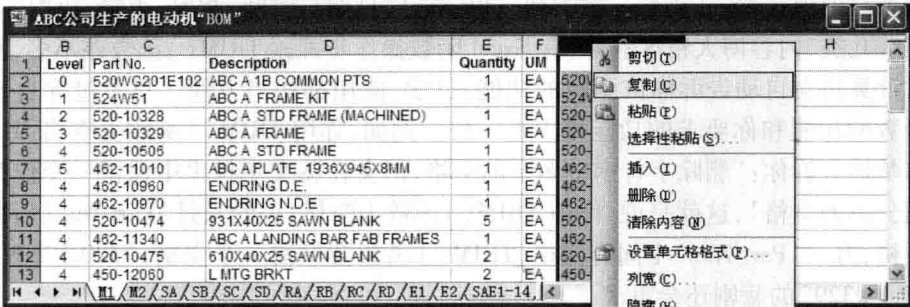

图 1-10 选择性粘贴-3 步骤之 1
(5) 单击鼠标右键,如图 1-10 所示,选择快捷菜单中的“复制”命令。